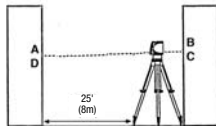

Fig 2
- Mueva el instrumento y el trípode para que el láser se coloque aproximadamente a 2 pies de distancia de la pared 2 (vea la fig. 2). Nivele el trípode y coloque el instrumento en el trípode de frente a la pared 2. Encienda el láser y marque la intersección de los rayos como el punto C.